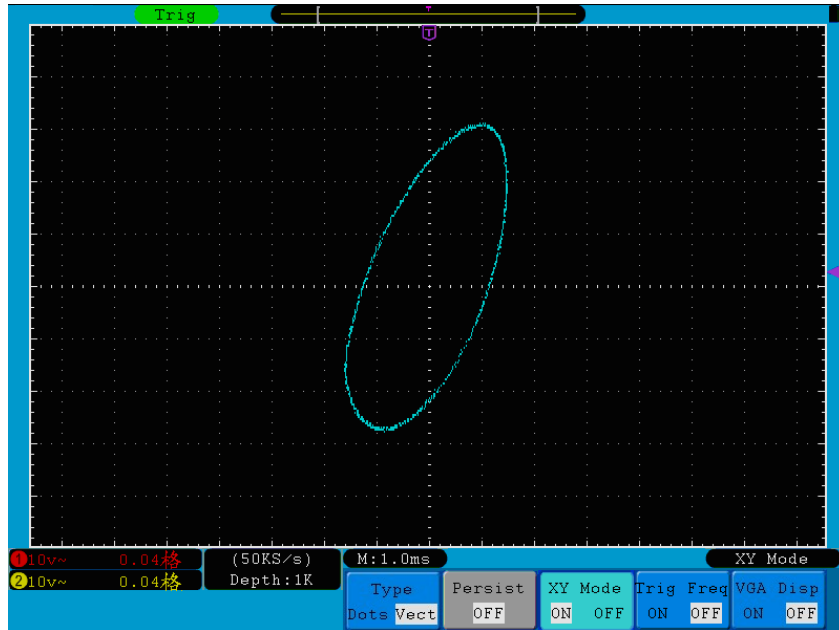

図 5-34 XY 表示モード
2. H3メニュー選択ボタンを押してXY表示(XY Mode)をオンにします。表示方式がXY表示に変わります(図5-34参照)。